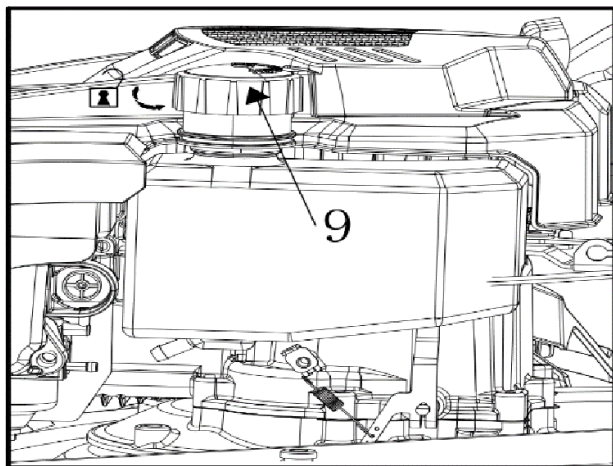

Рис. 6
3. Открутите и снимите крышку топливного бака (9) (см. рис. 6).